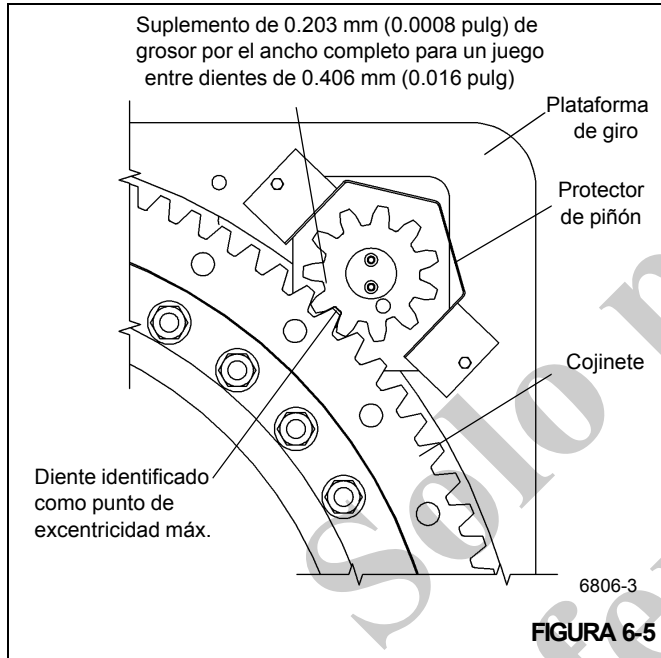

FIGURA 6-5
5. Instale el piñón del mecanismo alineándolo con el punto alto (excentricidad máxima) del cojinete de la plataforma de giro. Utilice un suplemento de 0.203 mm (0.008 pulg) de grosor (Figura 6-5) para revisar el juego entre dientes (consulte la figura). Si es necesario mover el piñón para obtener el juego entre dientes apropiado, consulte con el distribuidor local.